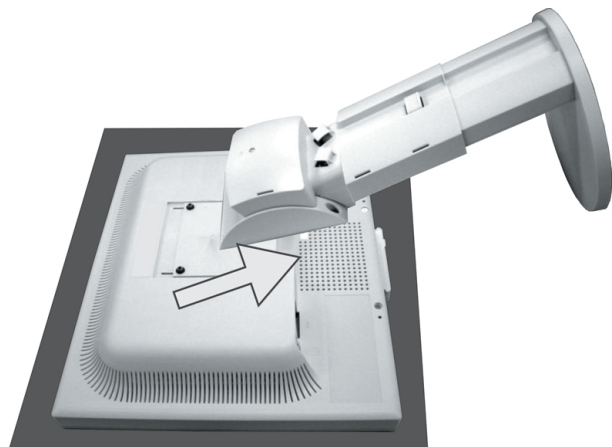

Рисунок S.3
5. Поднимите подставку, чтобы она вышла из верхних пазов, и снимите ее (**Рисунок S.3**).